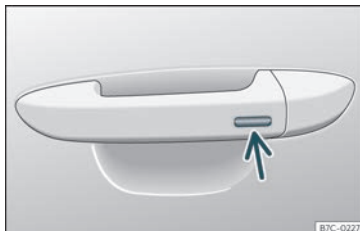

Fig. 87 Asa da porta:superficie sensora.
- Durante uns segundos, manteña un dedo na superficie sensora de bloqueio >>> fig. 87 ⑥ da asa da porta para pechar o teito. Se deixa de tocar a superficie sensora, interrompese a función de peche.